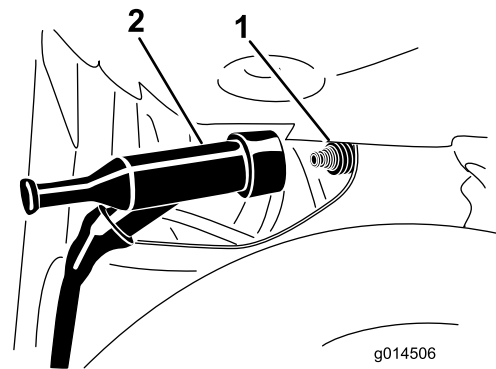

Figure 29
3. Débranchez le fil de la borne de la bougie (Figure 29).
4. Poussez le fil sur la borne de la bougie (Figure 29).